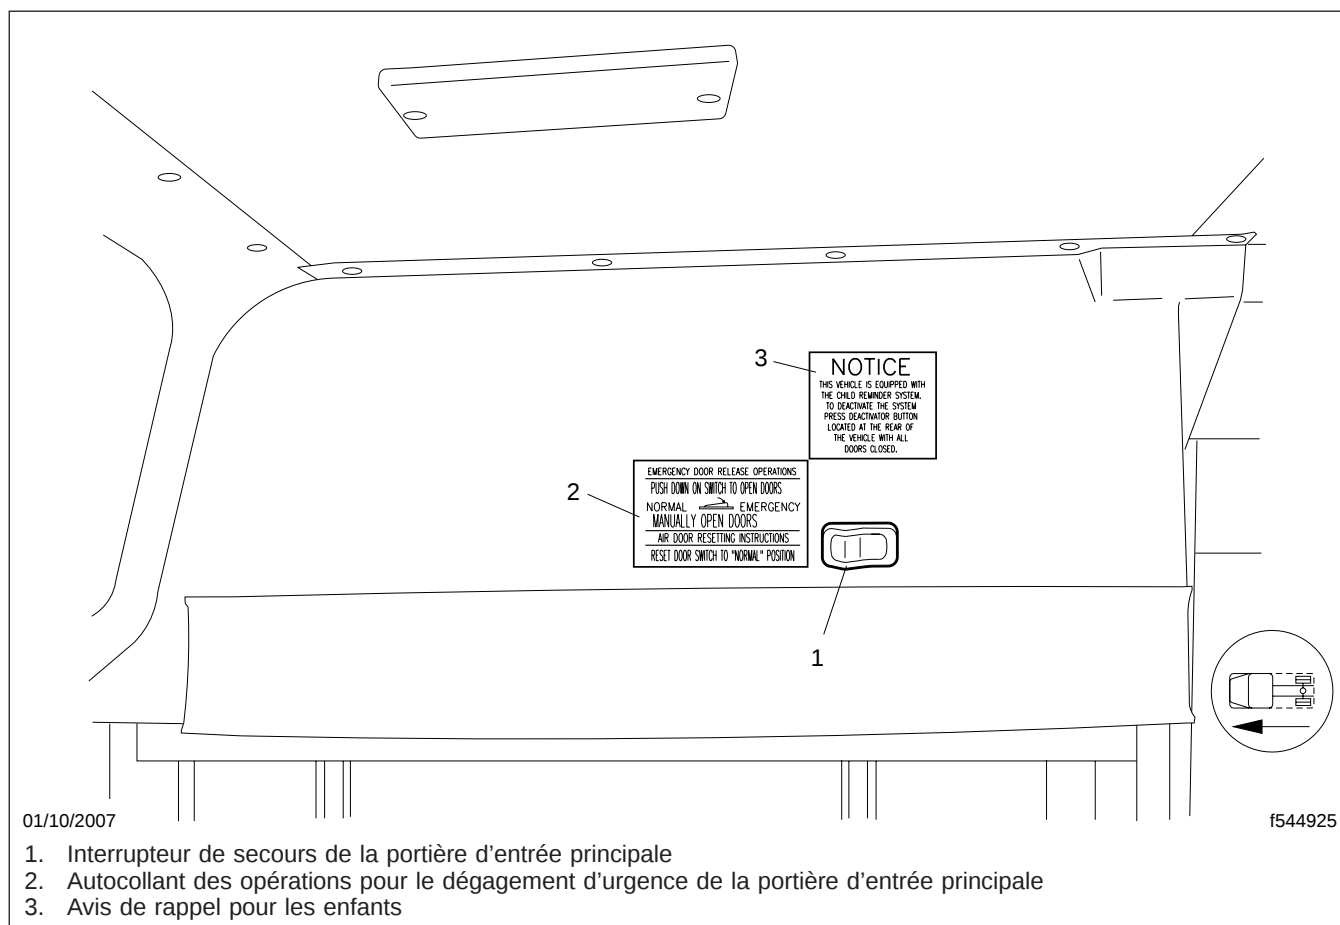

Fig. 2.4, Interrupteur de secours de la portière d'entrée principale
- Après être entré dans le véhicule, activez l'interrupteur à bascule de dégagement pneumatique d'urgence situé au-dessus de la porte. Voir la figure 2.4.